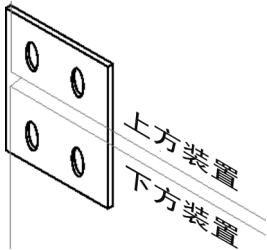

图 1-5. 安装好的叠架
3. 将叠架上的孔与上下培养箱两侧的安装孔对齐。用部件袋中提供的不锈钢螺钉和垫圈固定两个叠架。请参阅图 1-5。